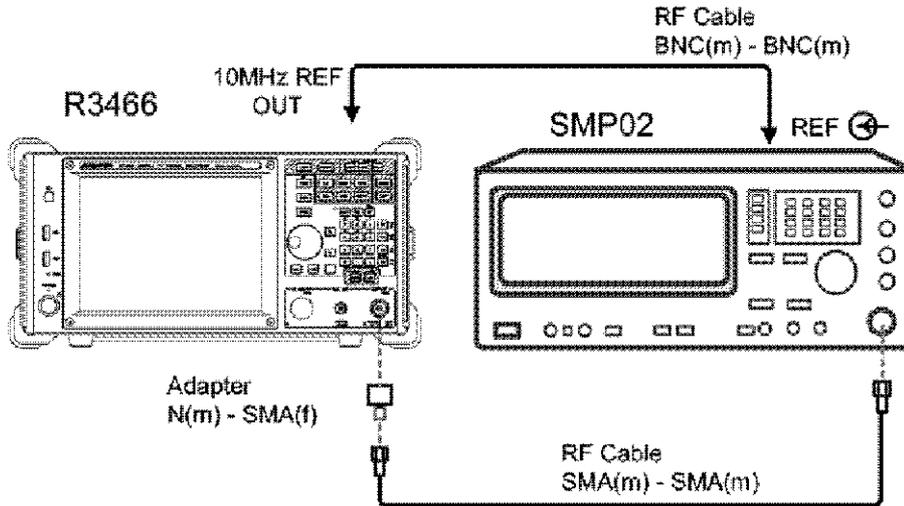

図 2-4 周波数読み取り確度試験
1. 機器を図 2-4 のように接続します。R3466N の場合は、Adapter の後に 50 to 75  $\Omega$  変換器を使用して本器と接続します。